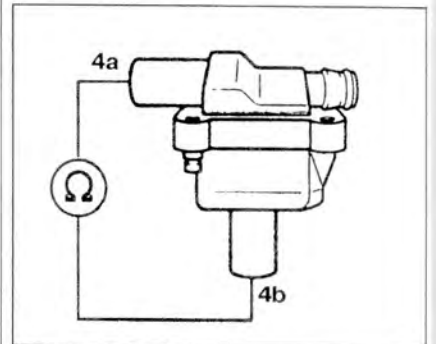

Рис. 2.97. Проверьте вторичное сопротивление обоих трансформаторов между клеммами 4а и 4б с помощью мультиметра.
25. Проверьте вторичное сопротивление обоих трансформаторов между клеммами 4а и 4б с помощью мультиметра (рис. 2.97). **Заданное значение:** 5.2-8.5 кОм.